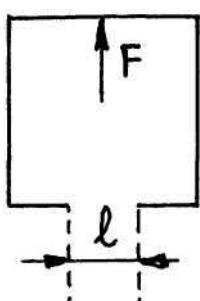

Рис. 14
19. Коэффициент поверхностного натяжения чистой воды σ_1 больше, чем у мыльного раствора σ_2 , поэтому со стороны воды поверхностное натяжение будет сильнее. На рамку в первые моменты будет действовать сила $F = (\sigma_1 - \sigma_2)l$, где l – величина разрыва рамки (рис.14). Рамка начнет двигаться в направлении, противоположном стороне с разрывом.